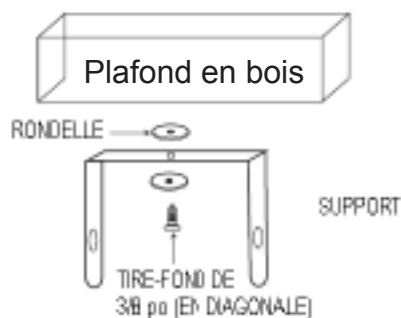

Figure 4a – Installation avec une vis
Consultez les figures 4a et 4b.
REMARQUE: Si vous prévoyez pivoter le radiateur vers la gauche ou la droite, il est recommandé d'ajouter des rondelles de chaque côté du support. Un tire-fond plus long peut être nécessaire pour fixer correctement le radiateur. Voir la figure 4a.
1. Si le radiateur a été fixé avec un seul tire-fond, comme illustré à la figure 4a, il est possible de le tourner horizontalement au besoin. Par contre, s'il a été installé avec deux tire-fonds, il ne peut être tourné de cette manière.
1. Pour tourner l'appareil quand il a été installé avec un seul tire-fond (comme indiqué à la figure 4a), tournez simplement le radiateur entier comme nécessaire.